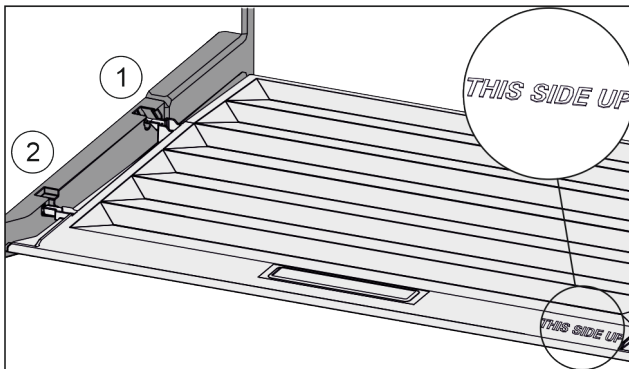

Fig. 99
- ▶ Пъхнете шийките на капака през отвора в задния държач Fig. 99 (1) и фиксирайте отпред в държача Fig. 99 (2).